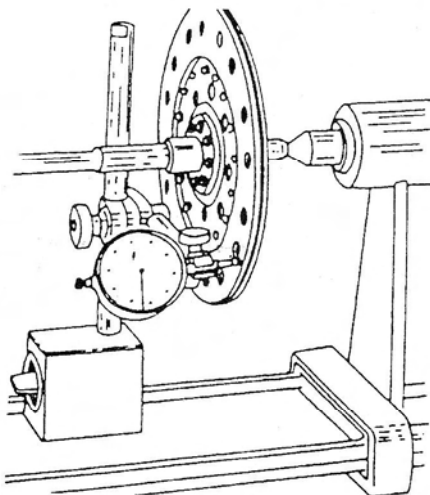

Рис. 153. Измерение биения ведомого диска.
- Для проверки биения ведомого диска закрепить его на соответствующем стержне или валу сцепления в центрах токарного станка. Поставить стрелочный индикатор на стойке рядом с диском так, чтобы измерительный штифт прилегал к диску, а именно к наружному краю диска (рисунок 153). Медленно проворачивать диск и считывать показания стрелочного индикатора. При показаниях, превышающих 0,5 мм, при желании можно выправить диск. В противном случае диск заменить.